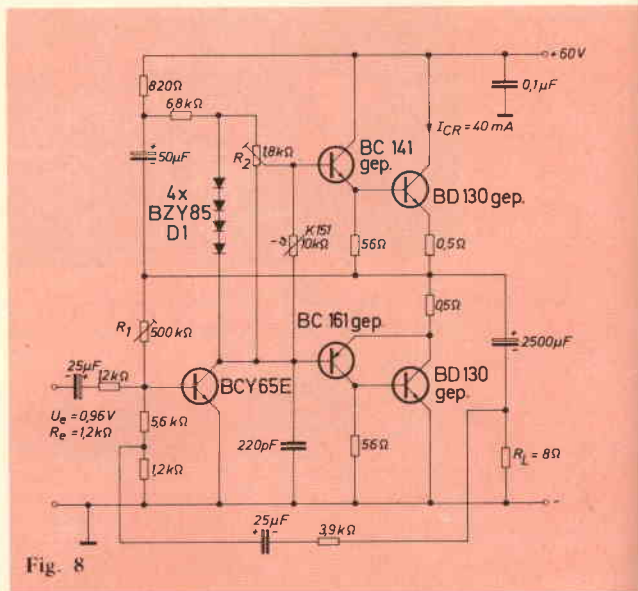

Fig. 8
Lo schema di fig. 8 rappresenta un amplificatore di potenza a tre stadi, alimentato alla tensione di 60 V, tensione piuttosto elevata ma necessaria per ottenere una potenza di uscita di 45 W.
**DATI TECNICI dell'amplificatore a tre stadi di fig. 8**